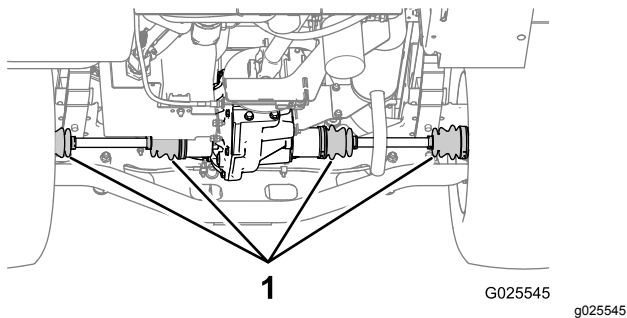

Figura 74
2. Controllate che i cappucci di velocità costante (CV) sugli assali posteriori non siano danneggiati e non perdano lubrificante (Figura 74).